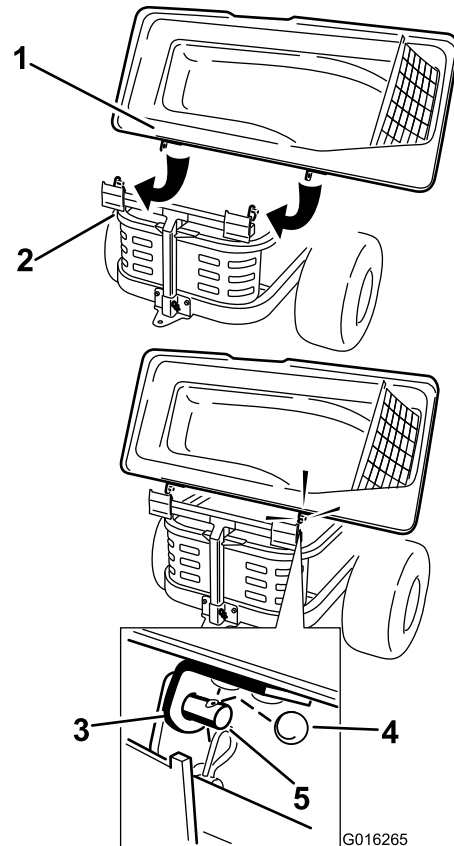

Figure 21
2. Glissez les supports sur les ergots du cadre du système de ramassage et placez la goupille fendue cylindrique dans le trou de l'ergot droit (Figure 21).